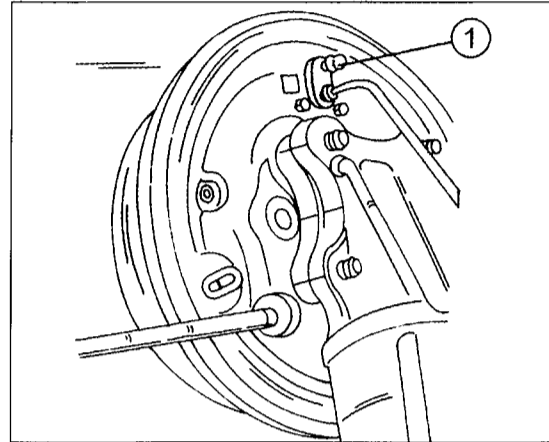

Bild 308
- Einen durchsichtigen Kunststoffschlauch nach Entfernen der Staubschutzkappe auf das Entlüftungsventil eines hinteren Radbremszylinders aufstecken. Das andere Ende des Schlauches in ein mit etwas Bremsflüssigkeit gefülltes Glasgefäß einhängen. Bild 308 zeigt wo die Schraube an den Hinterradbremmen sitzt (gleich bei Fahrzeugen mit ABS).